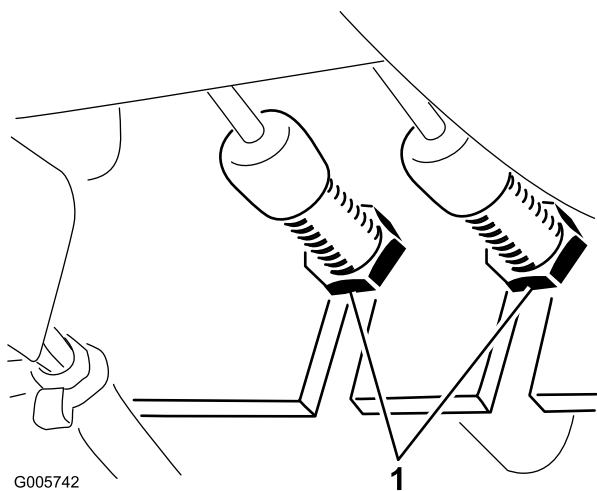

Figura 62
1. Para reducir la holgura de los pedales de giro (para apretar los frenos), afloje la tuerca delantera del extremo roscado del cable de freno (Figura 62). Luego apriete la tuerca trasera para mover el cable hacia atrás hasta que los pedales de freno tengan una holgura de 13 a 25 mm. Apriete la tuerca delantera una vez que los frenos estén ajustados correctamente.